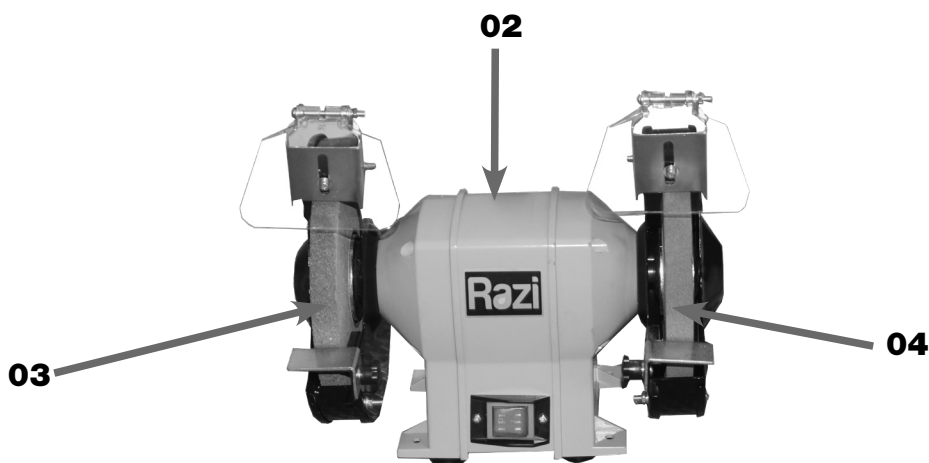

FIGURA 12 – Moto Esmeril Montado
8. REALIZAR os mesmos procedimentos descritos acima para montar a Base de Apoio (07) e a Proteção Frontal (08) no outro Rebolo (03) ou (04) (Figura 12).